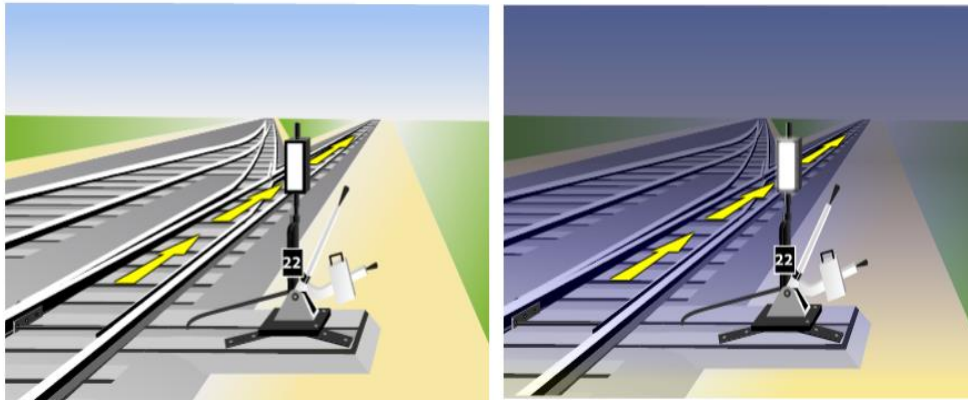

Рисунок 4
1) стрелка установлена по прямому железнодорожному пути – в светлое время суток белый прямоугольник узкой стороны указателя, в темное время суток – молочно-белый огонь (Рисунок 4);